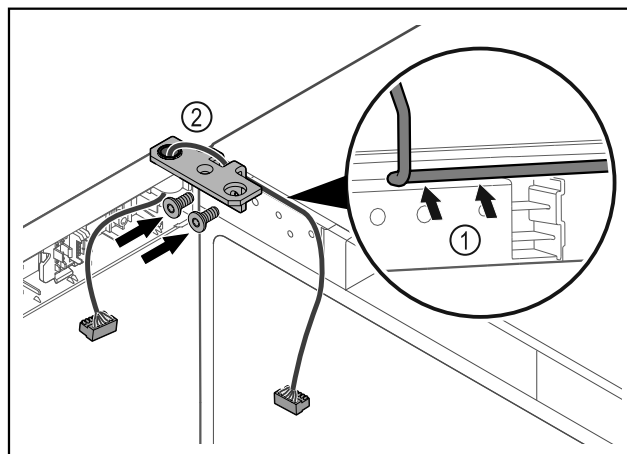

Fig. 43
- ▶ Prevlečte kábel cez vybrané uholníka závesu a opatrne ho položte Fig. 43 (1).
- ▶ Naskrutkujte uholník závesu Fig. 43 (2).